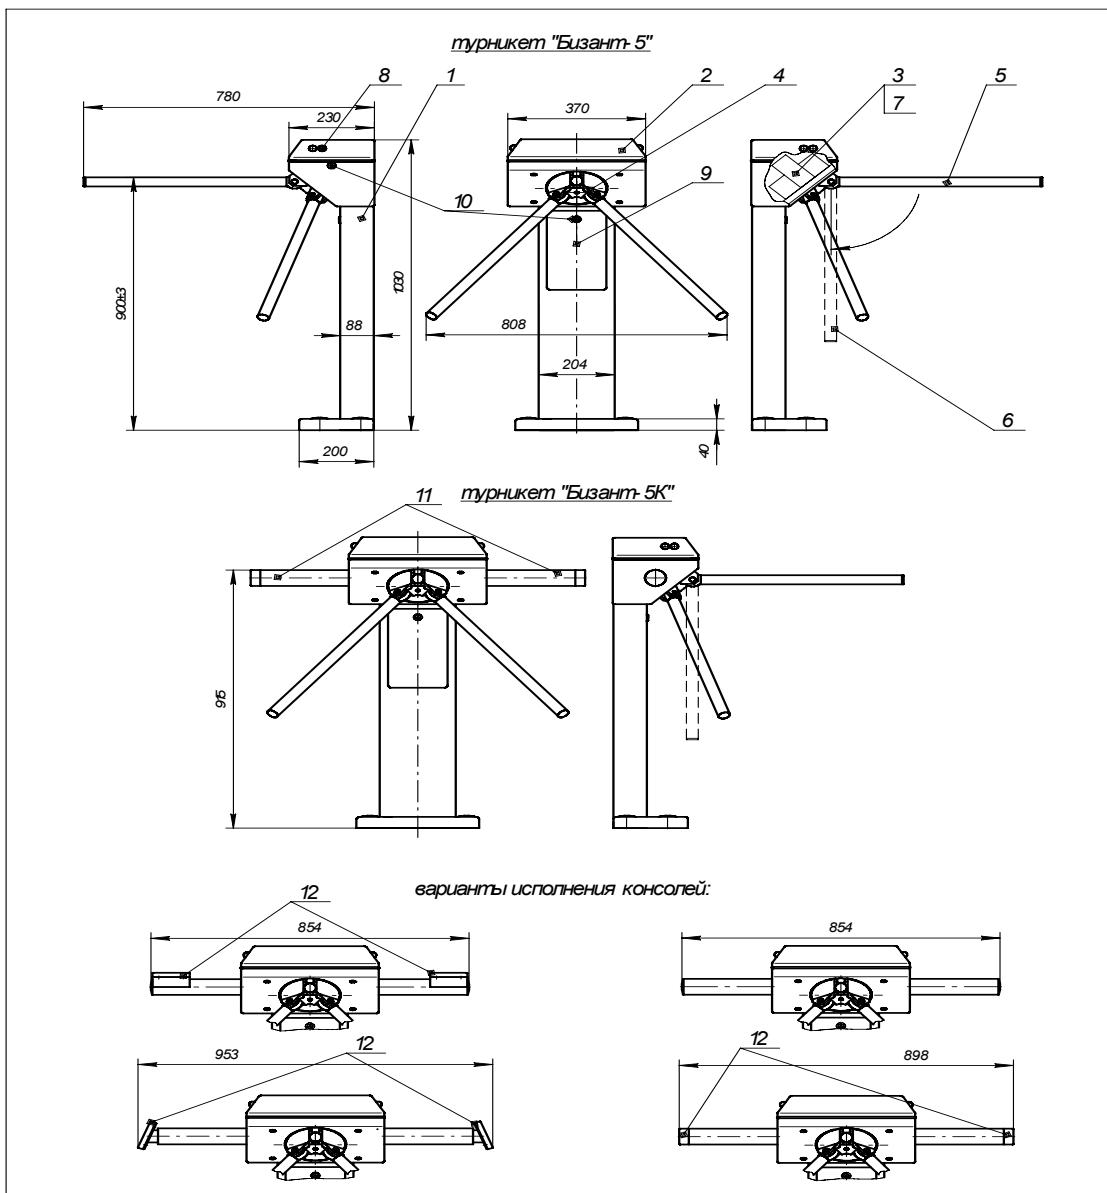

Рис.1
5.1 Турникет «Бизант-5» (см. рис. 1) представляет собой цельносварной корпус (1), закрывающийся сверху крышкой (2). В верхней части корпуса размещается агрегат турникета МПТ-5 (3), на выходном валу которого закреплен трипод (4) с тремя преграждающими штангами (5).
Стойка турникета выпускается в двух исполнениях: без консолей (основное исполнение) или со съемными консолями (11) (модель «Бизант-5К»), которые служат для установки считывателей (12). Варианты установки считывателей показаны на рис. 1.